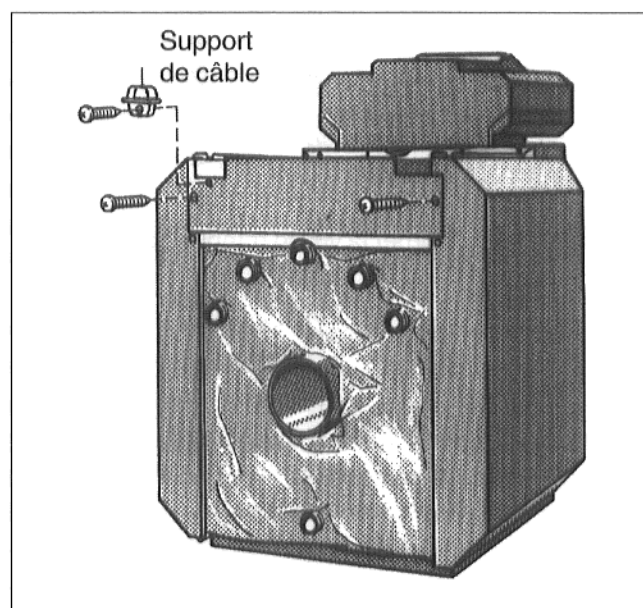

Fig. 23
- Visser le porte-câbles à gauche et à droite sur la face arrière de la chaudière (Fig. 23)
- Visser la face arrière de la chaudière sur le rebord de la face latérale à l'aide de 2 vis Parker (Fig. 23).